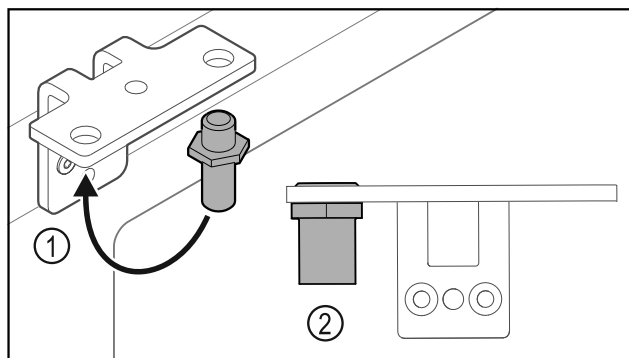

Fig. 32
- Mettre l'axe Fig. 32 (1) dans l'autre trou de l'équerre de charnière.
- Serrer l'axe Fig. 32 (2) au **couple de 12 Nm**.